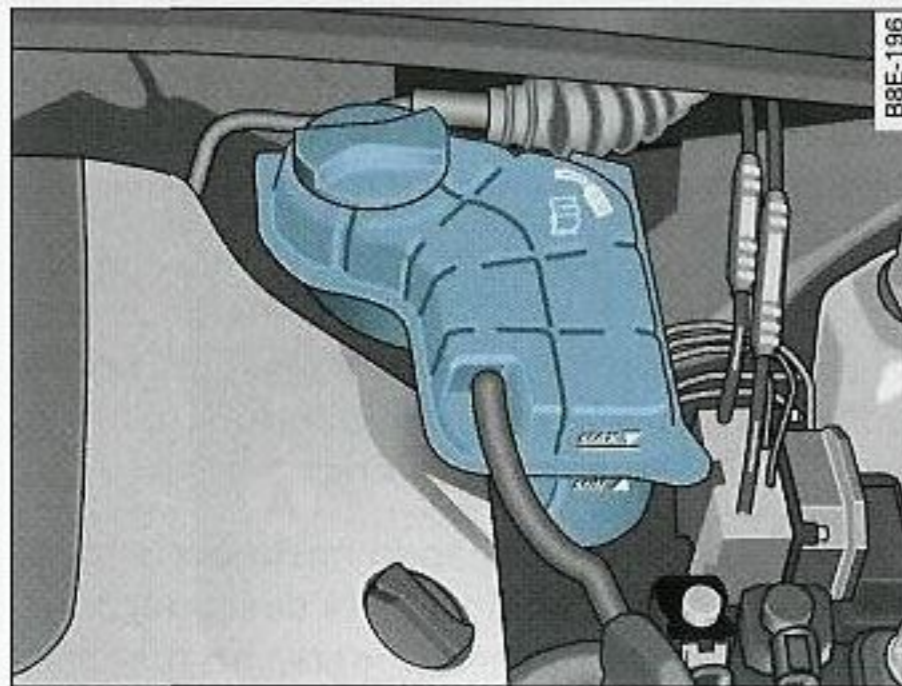

Fig. 232 Compartimento del motor: Depósito del líquido refrigerante
- Verifique el nivel del líquido refrigerante en el depósito de expansión del líquido refrigerante ⇒ fig. 232. Estando el motor frío, el nivel debe estar entre las marcas "min" y "max". Con el motor caliente, el nivel también puede estar un poco por encima de la marca "max".
- Ponga un paño sobre el tapón del depósito de expansión del líquido refrigerante ⇒ fig. 232 y desenrosquelo **con cuidado** girando hacia la izquierda ⇒ ⚠.